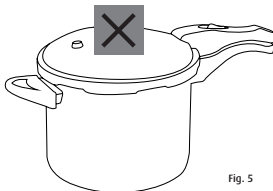

Fig. 5
- Está prohibido poner cualquier objeto sobre la válvula reguladora de presión (Fig. 5)